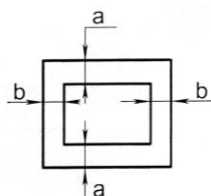

Рис. 5.7
5.13. Сторінка книги має площу  $S$  (рис.5.7). За технічними умовами ширина полів зверху та знизу має бути  $a$ , зліва і справа –  $b$ . Якими повинні бути розміри сторінки, щоб площа сторінки, яку займає текст, була найбільшою?